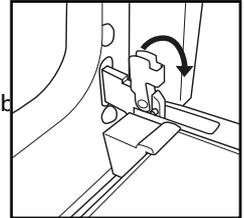

Abb. 1
2. Ziehen Sie die Schließhaken der Scharniere bis zum Anschlag nach vorne (Abb. 1)